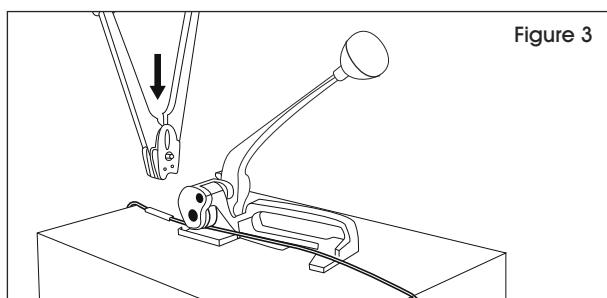

Figure 3
2. Fermez le nez de la scelleuse autour du joint. Pincez fermement autour du cerclage. (Voir Figure 3)